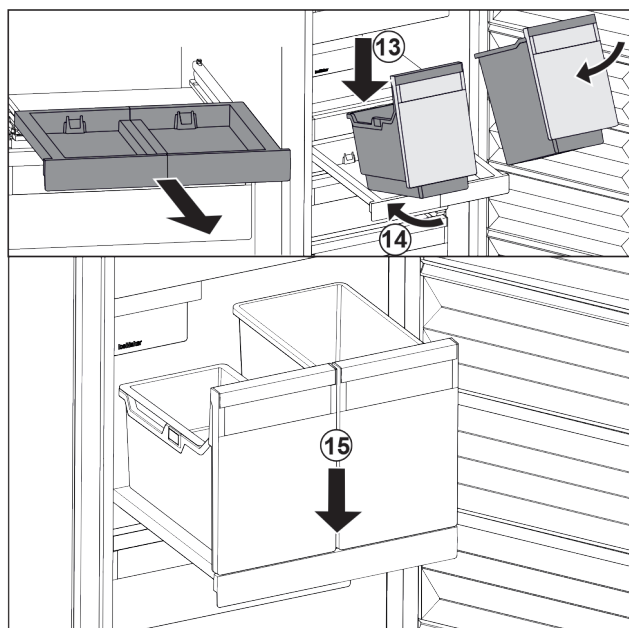

Fig. 106
- ▶ Colocar los recipientes inclinados sobre el estante extraíble. *Fig. 106 (13)*
- ▶ Introducir los recipientes inclinados hacia atrás. *Fig. 106 (14)*
- ▶ Depositar los recipientes por delante. *Fig. 106 (15)*